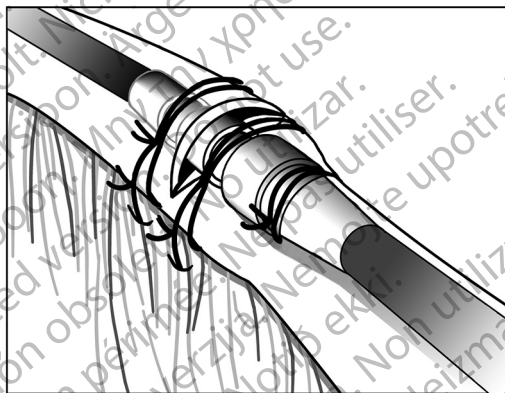

Figure 13. Exemple de manchon de suture, technique d'incision veineuse
3. En utilisant le même sillon, fixer la sonde et la veine sur le fascia adjacent (Figure 13 Exemple de manchon de suture, technique d'incision veineuse en page 35).